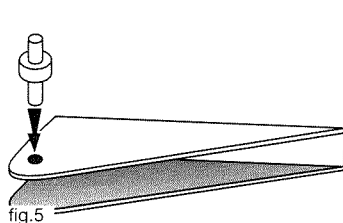

fig. 5
- 15- Engagez l'axe de pivot inférieur avec ses rondelles (fig. 5).